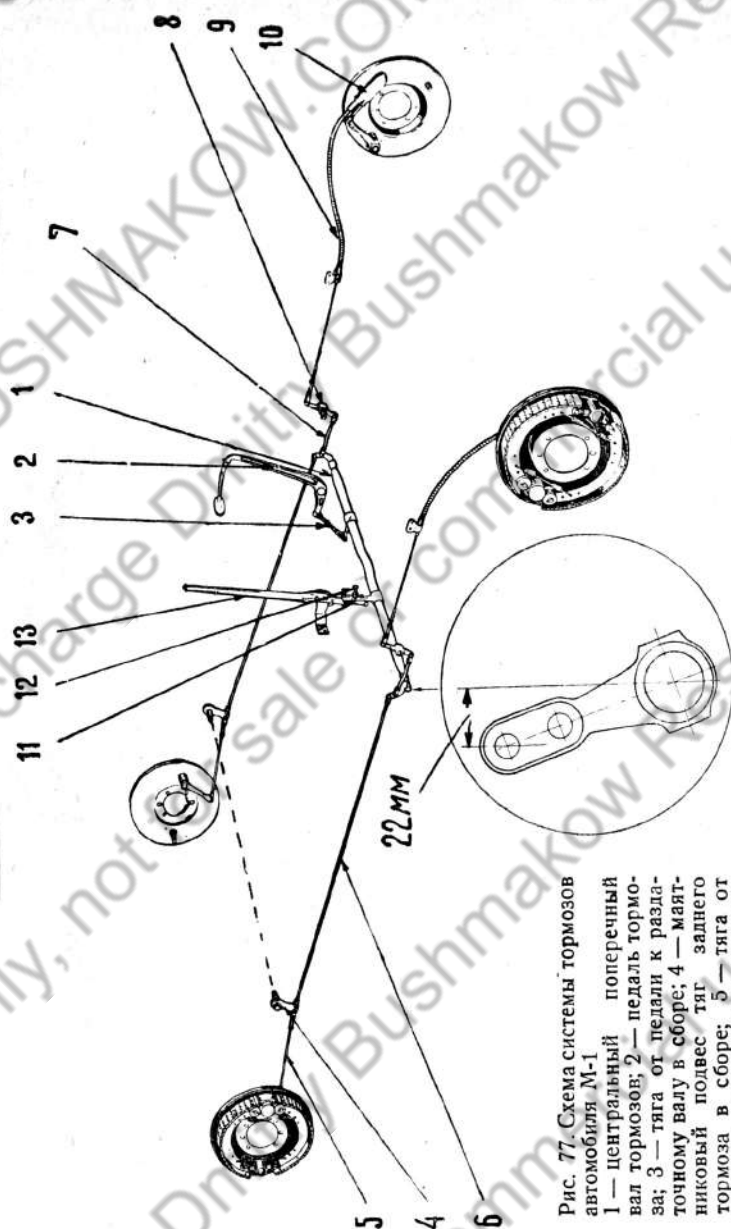

Рис. 77. Схема системы тормозов автомобиля М-1
Привод передних и задних тормозов происходит от центрального поперечного валика **1** (рис. 77), в свою очередь приводимого в действие или от
6. Проверить правильность установки начального положения центрального раздаточного вала. Расстояние от центра верхнего отверстия на концевых рычагах вала до вертикальной линии, проходящей через центр вращения вала, должно быть равно 22 мм или ось концевого рычага должна составлять с этой вертикальной линией угол в 20° (см. на рис. 77 фигуру в круге).
Если валик не становится в такое положение, то надо от'единить тягу 3 от тормозной педали 2 к центральному раздаточному валу 1 и, подвывая или отпуская регулировочный винт 12 планки 11, упирающейся в ролик ручного тормозного рычага 13 (рис. 77), добиться, чтобы валик устанавливался точно в требуемое положение.
7. Присоединить тягу педали к раздаточному валу и проверить холостой ход тормозной педали, который должен быть не более 5 мм (на площадке педали); в противном случае необходимо укоротить тягу 3 от педали к центральному валику 1 (рис. 77). На автомобилях М-1 первого выпуска эта тяга — не регулируемая. Для того чтобы укоротить ее, надо заложить в прорез тяги кусок железа необходимой величины и приварить его.
На машинах М-1 первых выпусков коробка механизма управления переднего тормоза (10 на рис. 77) стояла горизонтально в самой верхней стороне диска. На этих машинах не всегда можно добиться «юза» передних колес на скоростях свыше 40 км/час. Поэтому стремление добиться «юза» передних колес у этих машин может ухудшить работу задних тормозов и увеличить усилие на педаль.
В настоящее время диски колодок передних тормозов повернуты вперед на 35°, как показано на рис. 77. При этом передние тормоза работают так же, как и задние, на всех скоростях.